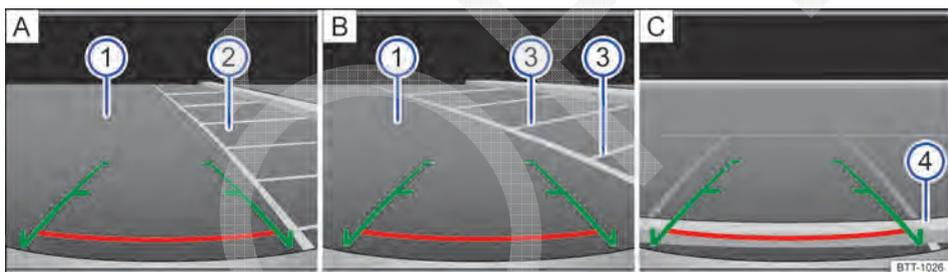

Fig. 160 Exibição do display do sistema Infotainment: entrar na vaga de estacionamento com a câmera de marcha a ré (representação esquemática).
Legenda para Fig. 160:
2.	Posicionar o veículo na frente da vaga de estacionamento → Fig. 160 ②.
4.	Conduzir para trás devagar e manobrar de modo que as linhas verdes laterais conduzam entre as linhas de delimitação da vaga de estacionamento selecionada ②. Observar a seguinte mensagem: Controlar a trajetória do veículo! → ⚠ em Introdução ao tema na página 227!
5.	Alinhar o veículo na vaga de estacionamento escolhida, de modo que as linhas verdes laterais coincidam com as linhas de limitação lateral ③.
6.	Parar o veículo o mais tardar ao atingir a linha vermelha horizontal de limitação traseira, por exemplo, meio-fio ④.